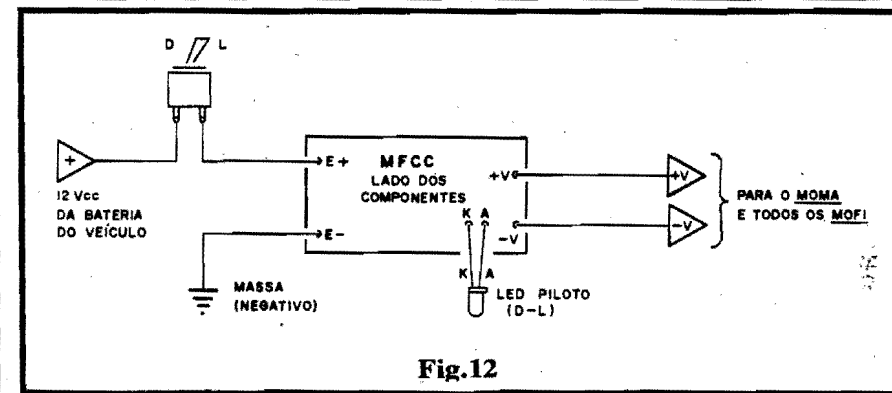

Fig.12
- FIG. 12 - CONEXÕES EXTERNAS DO MFCC - A identificação dos terminais do LED piloto merece atenção... Cuidado também na marcação correta da polaridade de saída e entrada, bem como na ligação da chave interruptora.